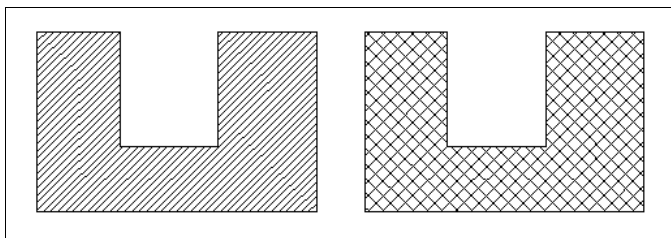

Рис. 10.14. Штриховка до и после изменения ее типа и масштаба
Рассмотрим применение команды редактирования штриховки на примере чертежа, изображенного на рис. 10.14. Изменим тип штриховки и ее масштаб.
4. Просмотрите изображение с помощью кнопки **Preview** (Образец) и выйдите из диалогового окна, щелкнув на кнопке **ОК**. На экране появится исходный контур с измененными свойствами (рис. 10.14).